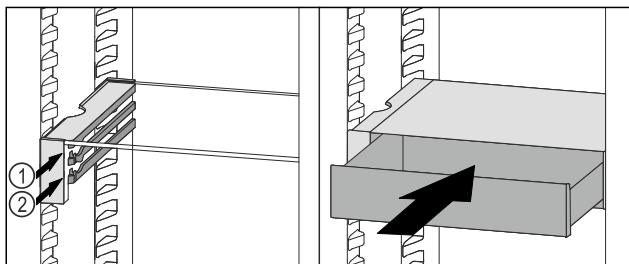

Fig. 108
- VarioSafe-Schubfach hinter den Stoppern auf gewünschter Rippe Fig. 108 (1) oder Fig. 108 (2) aufsetzen.